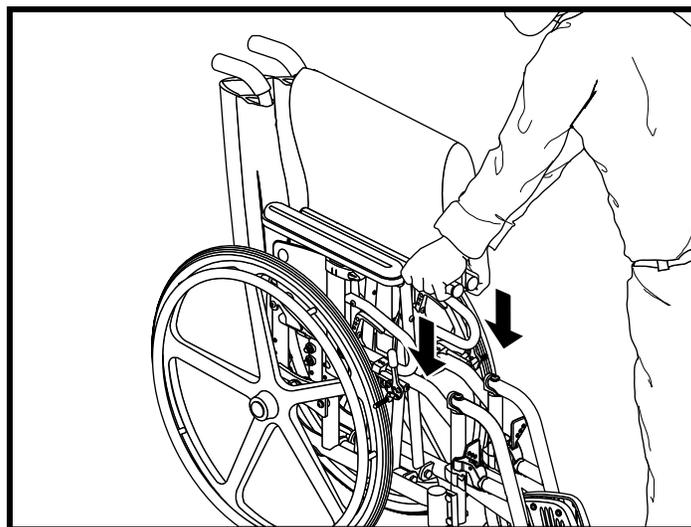

Figure 7. Pour ouvrir le Litestream XF RQ
2. Placez vos paumes de mains sur les longerons de la croix. Voir la figure 7.